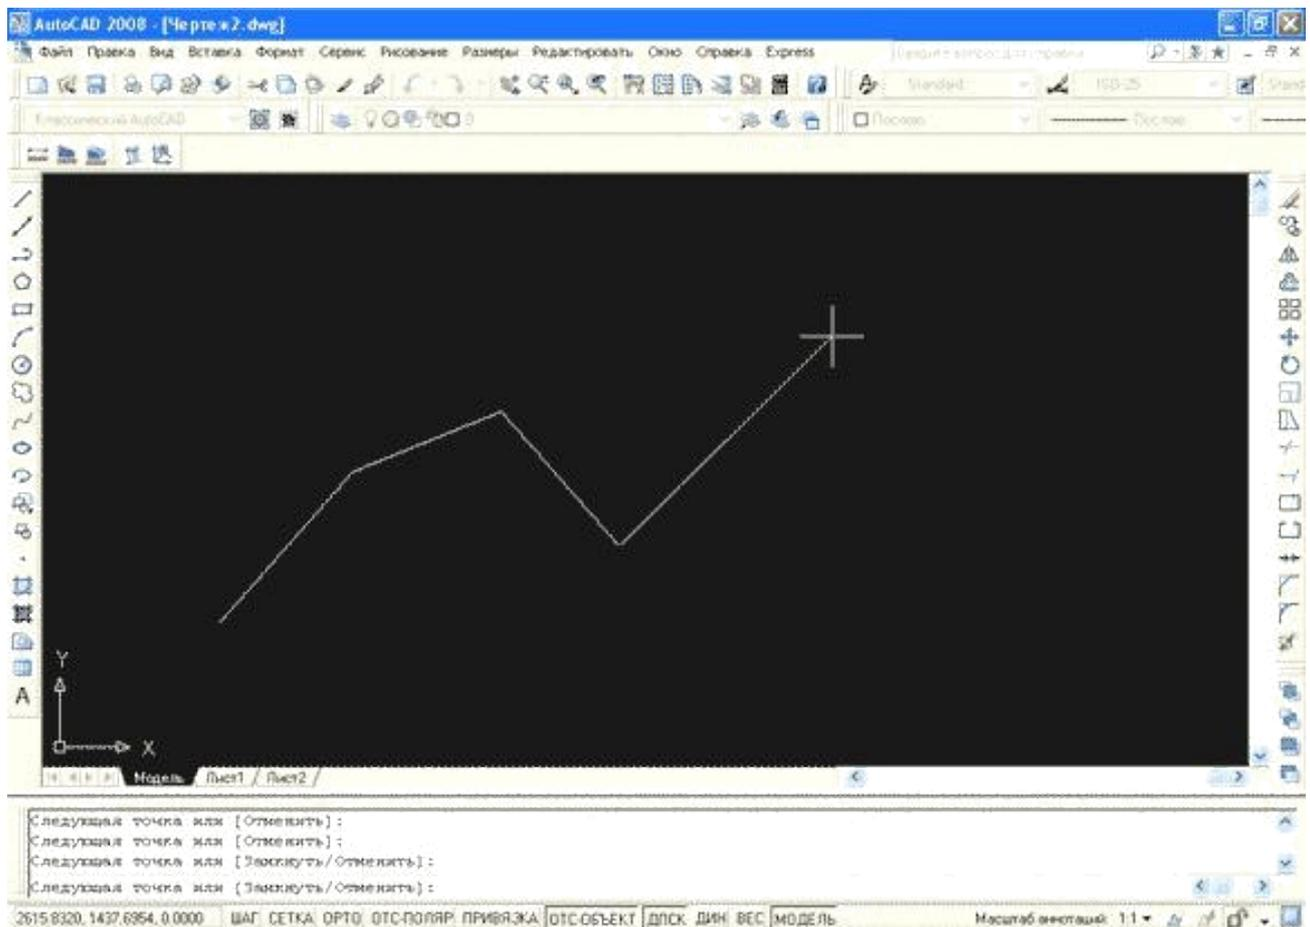

Рисунок 1.5. Создание отрезка в пространстве Модели.
- Продолжайте перемещать указатель по экрану и выбирать точки в области черчения, см. Рисунок 1.5. Тем самым вы будете добавлять новые отрезки к ломаной линии. Обратите внимание, что в командном окне после выбора очередной точки снова и снова повторяется запрос: Следующая точка или [Замкнуть/Отменить]: (Specify next point or [Close/Undo]).